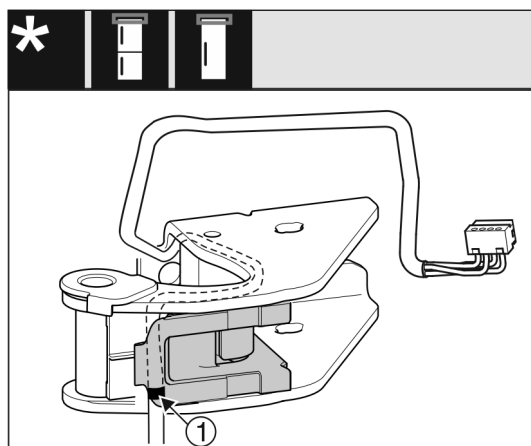

Fig. 29
- ▶ A középső jelölésnek Fig. 29 (1) ekkor a kábel tartójának szélénél kell lennie.